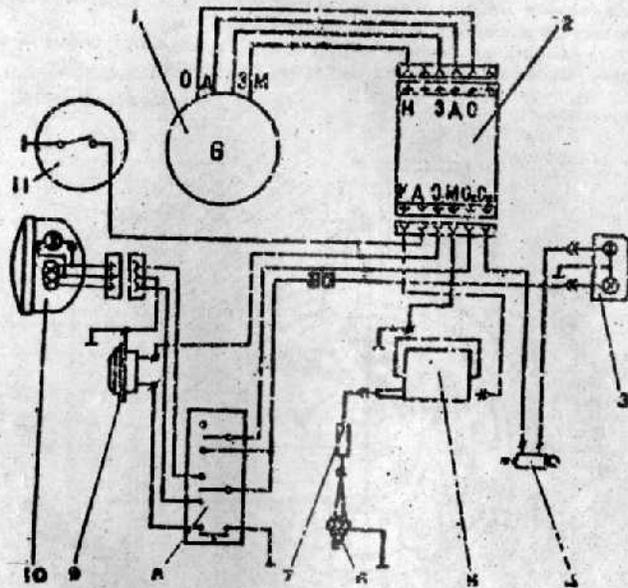

Рис. 8. Принципиальная схема электрооборудования:
**Электрооборудование** молика состоит из источников и потребителей электрической энергии (рис. 8).